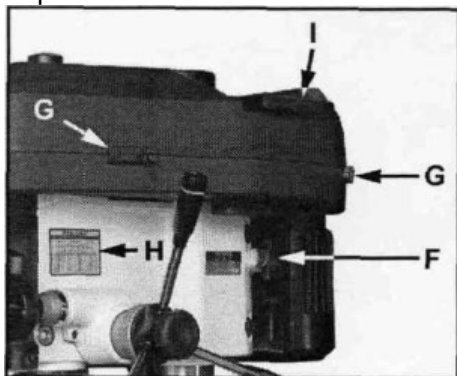

Рис.11
Сдвиньте два замка крышки (G, Рис.11), сдвиньте заслонку (I).
Сдвиньте два замка крышки (G, Рис.11) и заслонку (I).